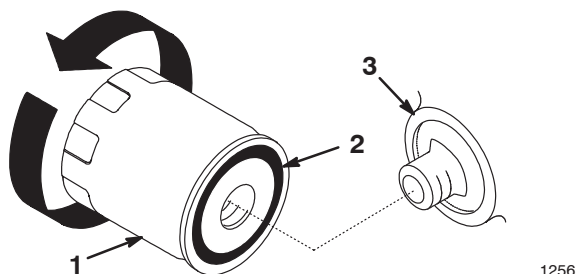

Bild 15
11. Wechseln Sie den Ölfilter bei Bedarf (Bild 15).
2. Entfernen Sie den alten Filter und wischen Sie die Dichtfläche am Anbaustutzen (Bild 15) ab.
3. Ölen Sie die Gummidichtung am Austauschfilter (Bild 15) leicht mit Frischöl ein.
4. Setzen Sie den Austauschfilter auf den Anbaustutzen auf. Drehen Sie den Ölfilter nach rechts, bis die Gummidichtung den Anbaustutzen berührt. Ziehen Sie ihn dann um eine weitere 1/2 bis 3/4 Umdrehung fester (Bild 15).